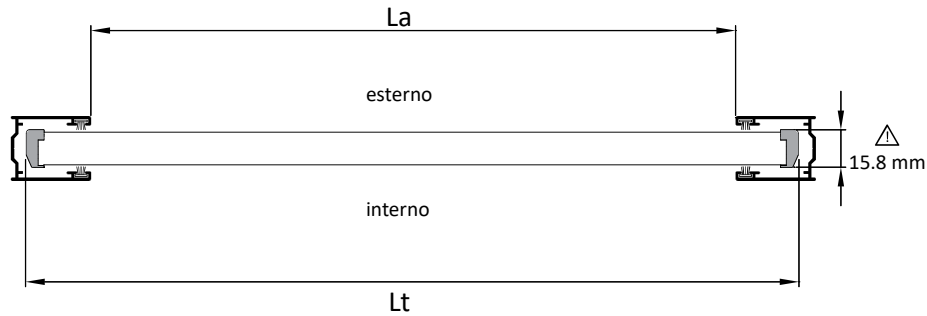
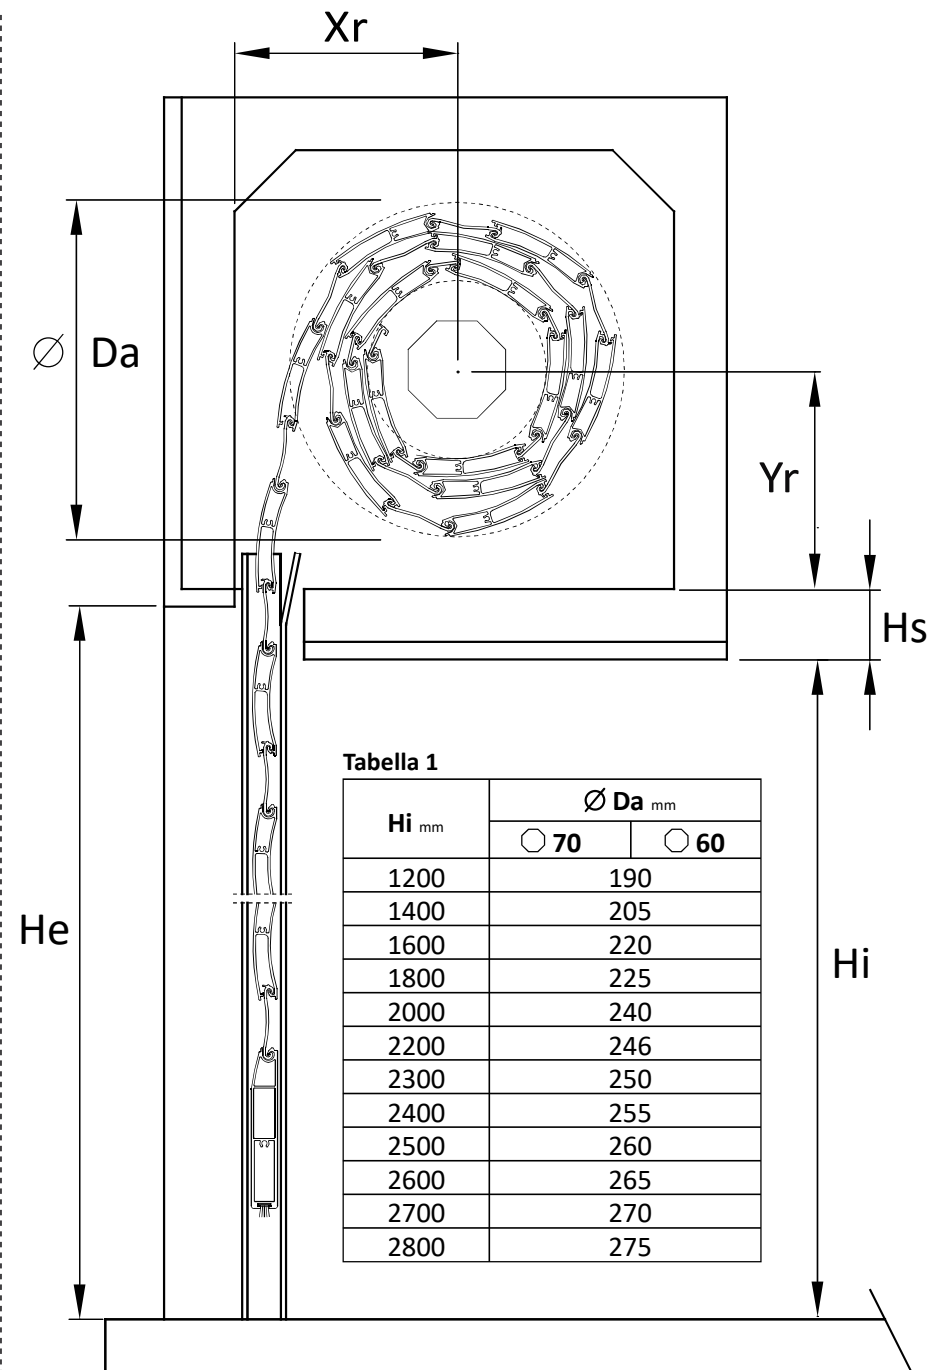

Fig. 2
Fig. 5
1. Verificare che la dimensione (**Lc**) dell'apertura del cassonetto sia superiore alla larghezza (**Lt**) del telo tapparella (**vedi fig. 2 e 3**). Verificare che le dimensioni interne del cassonetto consentano l'avvolgimento completo del telo come da ingombri indicati in **Tabella 1 (vedi fig. 5)**.